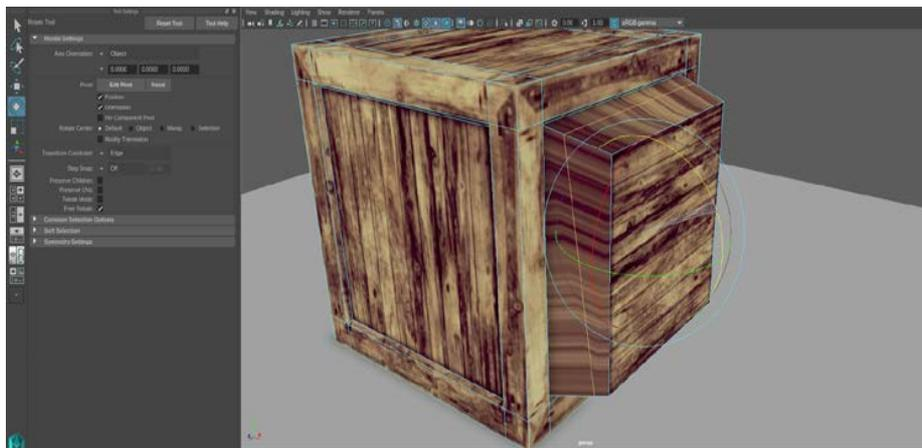

Рис. 21. Пример вращения выделенных ребер полигональной модели с активным режимом Edge в Transform Constraint
- **Встроенные Transform Constraints:** инструменты Move, Rotate и Scale теперь включают в себя параметры Transform Constraints, которые позволяют перемещать компоненты (Рис. 21. Пример вращения выделенных ребер полигональной модели с активным режимом Edge в Transform Constraint) вдоль ребра или поверхности, не влияя на первоначальную форму вашей геометрии. Реализованные в Modeling Toolkit Transform Constraints можно использовать со всеми инструментами трансформаций.